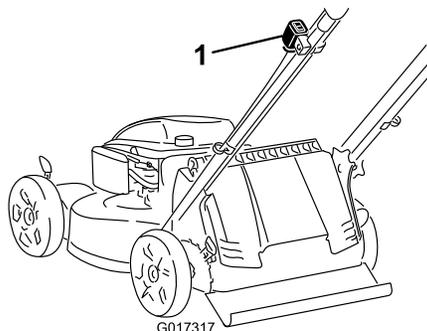

Figure 11
1. Si le commutateur d'allumage de votre tondeuse (Figure 11) est à bascule (avec une position marche ("I") et une position arrêt ("Stop")), poussez-le à la position "I". Sinon passez à l'étape 2.